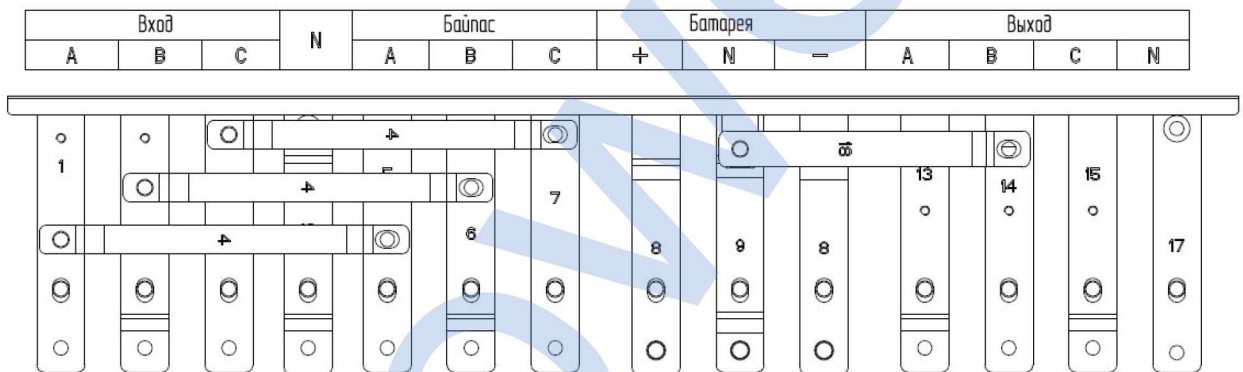

Рис.3-8. Соединительные клеммы ИБП.
2. Откройте переднюю дверь шкафа ИБП и снимите пластиковую крышку. Входные и выходные клеммы, а также, клеммы подключения АКБ и защитного заземления представлены на Рис.3-8.